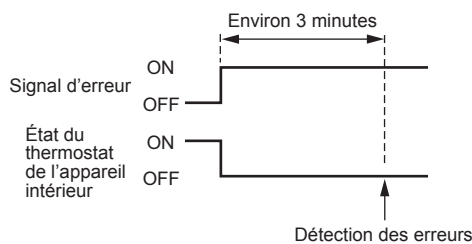

Fig. 5-7
- Fonctionnement de l'appareil intérieur en cas d'entrée d'un signal d'erreur (Fig. 5-7)